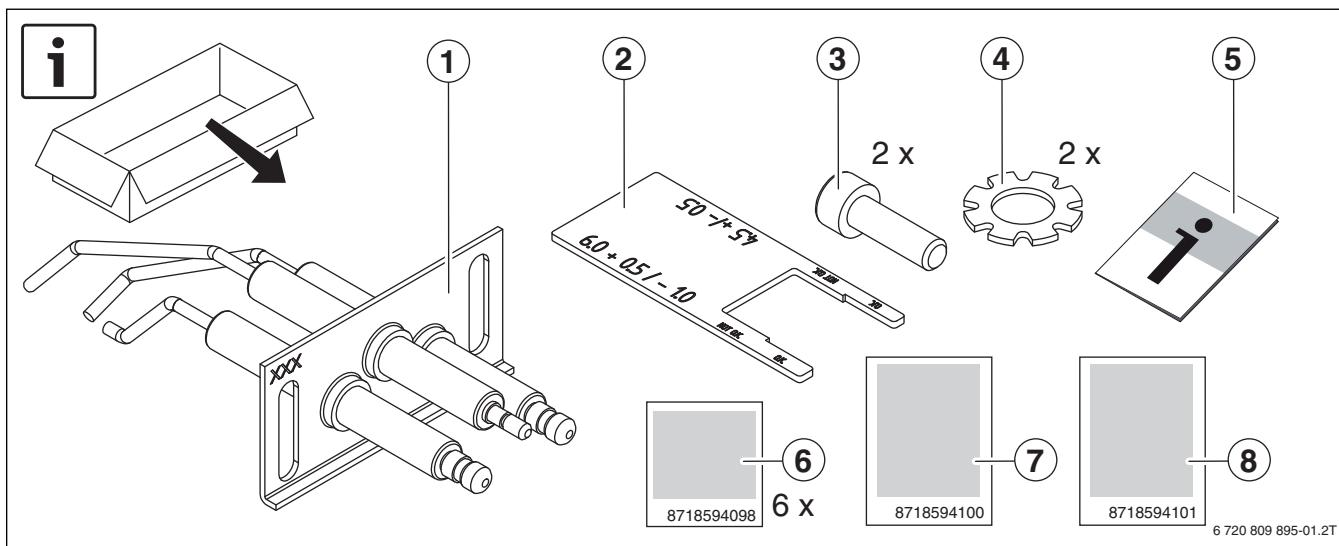

Fig. 1
- ▶ Fäst etiketten i leveransinnehållet på brännarens fördelarbalk (→ bild 1, sidan 14: för metallbränslestav [7], för metallfiberbränslestav [8]).
- ▶ Stryk motsvarande ställe i den befintliga installations- och underhållsanvisningen. Fäst etiketten i leveransinnehållet på motsvarande plats (→ bild 1, sidan 14, [6]).